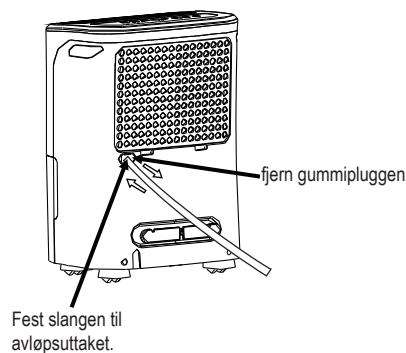

Fig.7
- Fjern gummipluggen fra avløpskoblingen på enheten. Fest avløpsslangen (ID=13.5 mm) og før den til avløpet i gulvet eller et passende dreneringssted (se Fig 7).